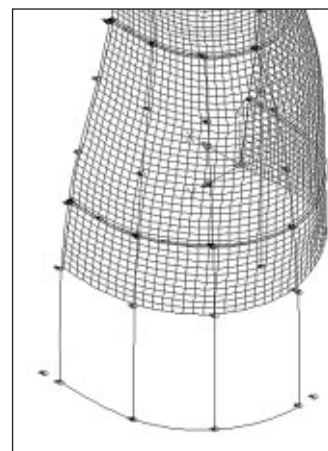

Рис. 3
**Шаг 2.** Делим линию талии в желаемой пропорции для построения задней и передней половинки. Строим опорные линии для построения заднего полотнища юбки. Учитываем, что нижние участки прямой юбки на поверхности тела человека отвесны, а верхние повторяют форму тела. Область прилегания строим по поверхности манекена. Для этого есть специальная команда, которая позволяет находить самые выпуклые точки пространственной кривой в нужном направлении. Используем эту команду для получения опорных линий задней половины. На Рис. 3 показаны построенные опорные линии. Для удобства восприятия мы приводим только половину поверхности цифрового манекена.